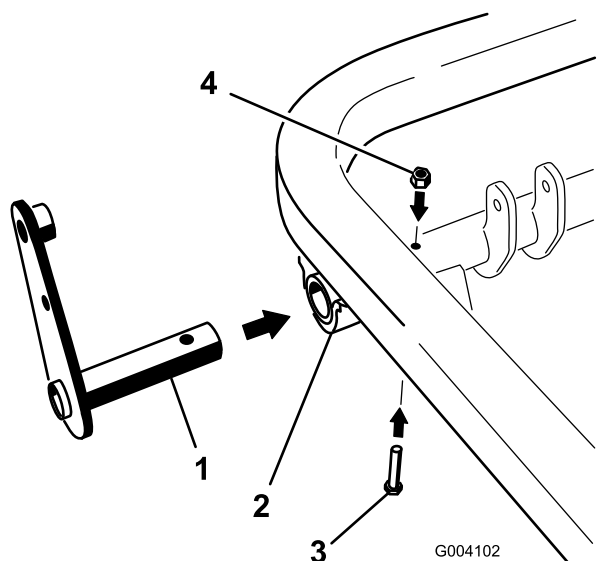

Figure 13
1. Glissez le tenon du levier dans l'extrémité gauche du tube de pivot et fixez-le avec un boulon (5/16 x 2 po) et un contre-écrou (5/16 po) dans le tube de pivot (Figure 13).
3. Serrez le boulon de pivot central (repère 4 de la Figure 13) à un couple de 20 à 25 Nm.